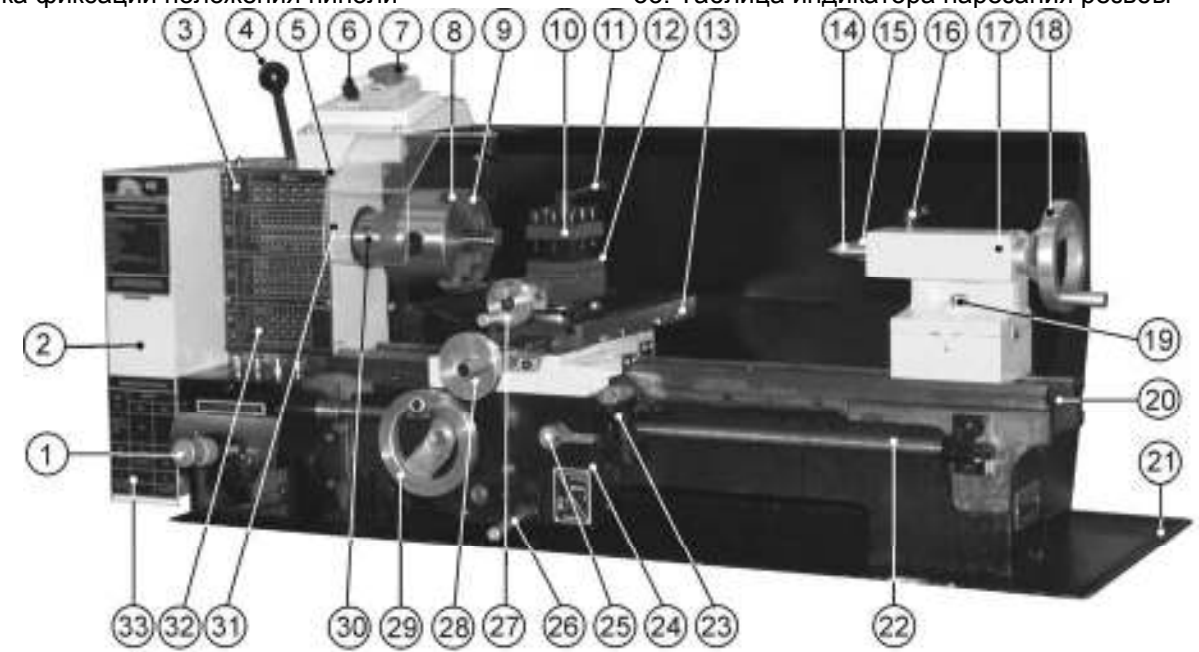

Рис. 2
7.1. станок состоит из следующих сборочных единиц и деталей (рис.2)
- Установите пластиковую ручку (Ж) с осью ручки (Е), Рис.1, к маховику подачи поперечного суппорта (28), Рис. 2.
- Регулировки каретки (24) поперечного суппорта (13) и поворотного суппорта (12) выполнены на заводе-изготовителе для обеспечения плавного движения в обоих направлениях. Если же станок разрегулировался во время транспортировки (см. раздел «Регулировка»), где описаны методы регулировки.
- В конус пиноли (15) задней бабки (17) вставьте центр Морзе №2 (14), Рис. 2.
- Установите ручку (Т), Рис. 1, на рычаг переключения скорости автоматической подачи (1), как показано на Рис. 2.
- На ручку (Т), Рис. 1, рычага переключения скорости автоматической подачи (1), Рис. 2, накрутите колпачковую гайку (Ф), Рис. 1, как показано на Рис. 2.
- Установите ручку (Р), Рис. 1, на рычаг натяжения ремня (4), как показано на Рис. 2.
10.1. Подготовка к работе (Рис. 2)